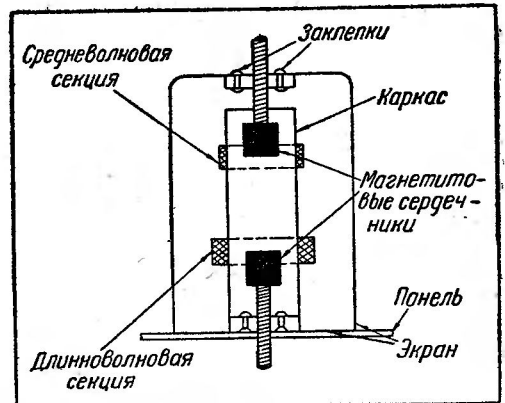

Рис. 2. Схематический разрез контурных катушек, показывающий способ крепления магнитовых сердечников
Регулировка магнитовых сердечников (PM) производится специальными винтами, выпущенными в крышке и доннышке экрана катушек (рис. 2).
Способ крепления магнетитового сердечника показан из рис. 2.